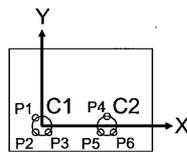

Fig. 5-10-1
Si vous souhaitez, comme l'illustre la Fig. 5-10-1, définir le centre du cercle "C1" comme origine et la droite qui passe par le centre du cercle "C2" comme axe X, vous pouvez utiliser la macro-commande d'alignement de référentiel (4) () et la fonction de mesure d'un cercle ()